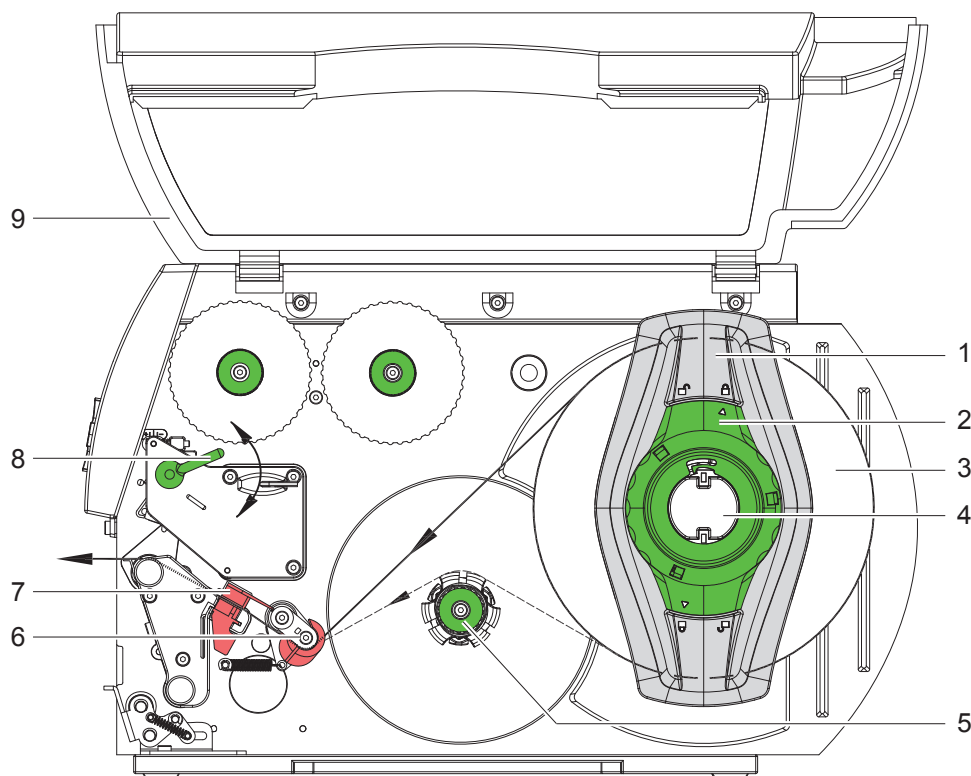

Fig. 10 Læg etiketruller i
- ▶ Drej armen (Fig. 10 , pos. 8) med uret for at låse printhovedet.